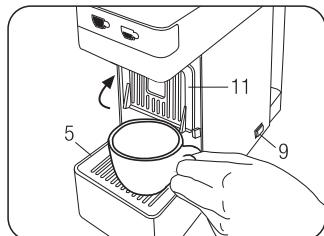

Fig. 5
- Contrôler qu'il n'y ait pas de capsules à l'intérieur et allumer la machine en actionnant l'interrupteur principal (9)
- Poser une grande tasse vide sous le point de versement du café. (**Fig. 5**)
Pour préparer un espresso – touche (A) (Distribution courte) –, positionner la grille supérieure (11) comme illustré Fig. 6. Pour les préparations qui nécessitent l'utilisation de tasses hautes, positionner la grille supérieure (11) comme illustré Fig. 5 et déposer la tasse directement sur la grille inférieure (5) (Fig. 5).